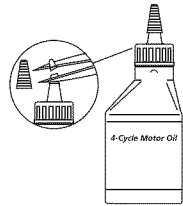

Fig. 4
- Desenrosque la tapa de la botella de aceite y quite el papel que cubre la abertura. Vuelva a colocar la tapa y corte la punta de la boquilla del embudo (Fig. 4).